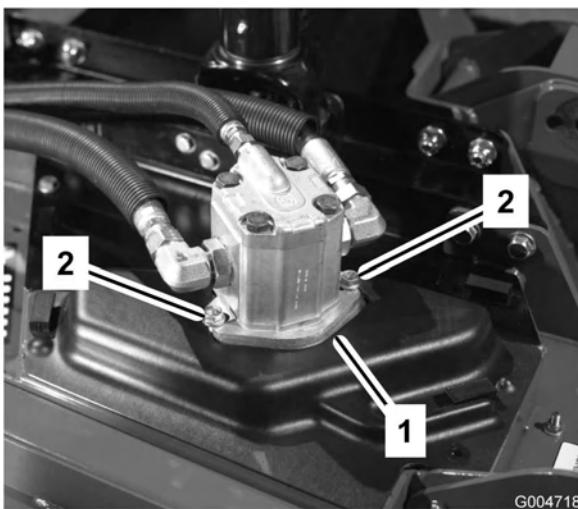

Figura 65
- Retire os parafusos que fixam o motor hidráulico à unidade de corte (Figura 65). Levante o motor da unidade de corte e coloque-o na zona superior da unidade de corte.